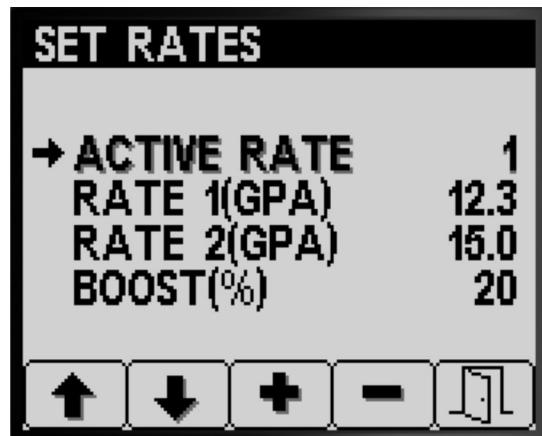

Figure 5
- Appuyez sur le bouton 1 ou 2 pour naviguer jusqu'à l'option DÉBIT ACTIF (Figure 5).
- Appuyez sur le bouton 4 pour sélectionner l'option DÉBIT ACTIF (Figure 5).
- Appuyez sur le bouton 3 ou 4 pour programmer le débit actif à DÉBIT 1 ou DÉBIT 2 (Figure 5).